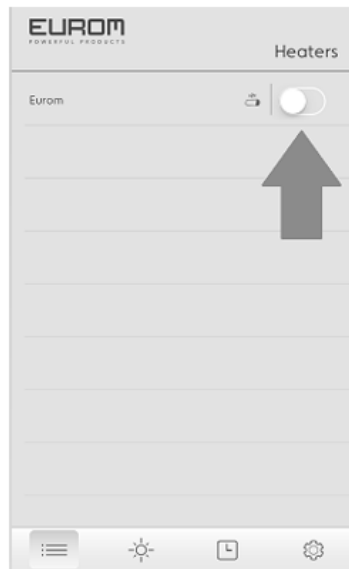

Figure 2
- Voor inschakeling van het apparaat schuif het balkje naar rechts (Fig. 2)